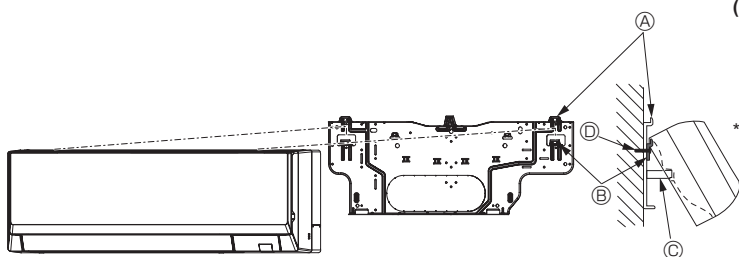

Fig. 3-12
- Si l'appareil intérieur ne peut être suspendu et soulevé à l'aide du crochet classique (la dimension de 2.1. ⓐ (espacement entre le plafond et l'appareil) est de 75 mm, 2-15/16 in. ou moins), suspendez l'appareil sur le crochet inférieur du tuyau gauche. (Fig. 3-12)
#### (Fig. 3-12)